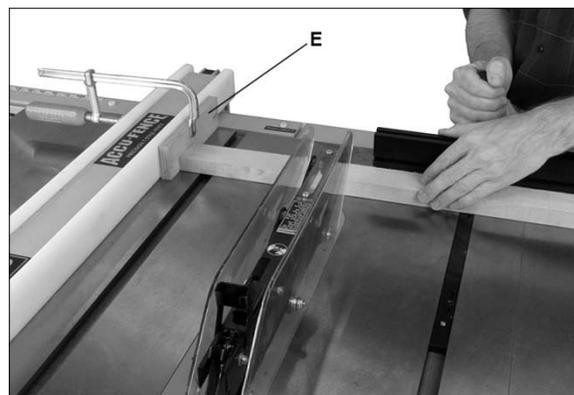

Figura 9-8
- ❑ No use el calibre de inglete ni la guía de corte en la misma operación a menos que se hayan hecho preparativos mediante el empleo de un tablero exterior en la guía, para dejar que la sección de corte de la pieza se suelte antes de que empiece el corte real (Vea la Figura 9-8).
auxiliar (E, Figura 9-8) a la parte delantera del área de la hoja, de modo que la pieza de corte se suelte del bloque antes de iniciar el corte.